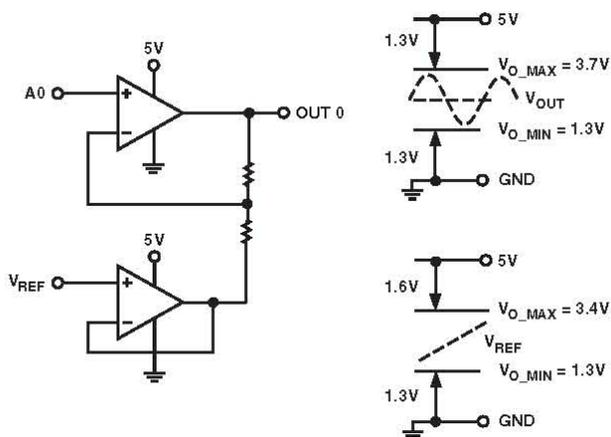

図5. メイン・アンプ・チャンネルの出力コンプライアンスとグラウンド・バッファ
- 1) AD8187では、VREFは最も負側のアナログ電源VEEに接続できません。リファレンス電圧が制限されます(AD8187、図5参照)。